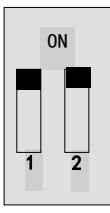

图 4-4
- (5) 对于 E800 系列 30kW 及其以下功率变频器控制端子排附近有一个两位红色拨码开关 SW1，如图 4-4 所示。拨码开关的作用是选择模拟量输入端子 AI2 的电压信号 (0~5V/0~10V) 或电流信号，出厂值默认为电流通道。使用时通过 F203 选择模拟量输入通道，通过 F439 设置输入信号类型为电压信号还是电流信号。按图示把开关 1 拨到 ON 位置，2 拨到 ON 位置，选择 0~20mA 电流调速。其他拨码开关的位置与调速方式详见下表 4-2。